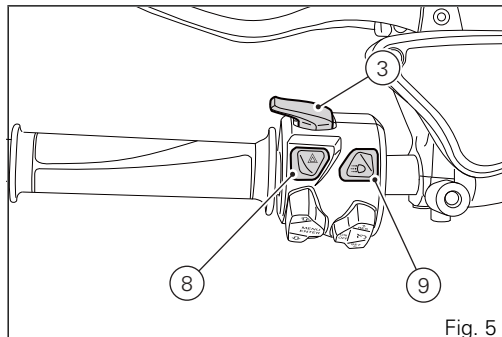

Fig. 5
3) ON/OFF AND LIGHT BUTTON (LOW BEAMS / HIGH BEAMS) (Fig. 5)